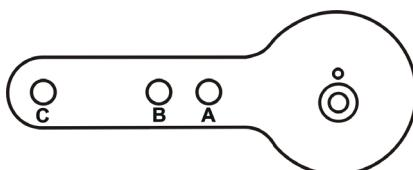

Figure 13 Levier pour actionneur Masoneilan à ressorts multiples Modèle 87/88
- Selectionner le trou de montage A, B, C ou D pour la course de la vanne. Par exemple, l'orifice B est montré Figure 13 à la page 27 pour un actionneur de taille 10 avec une course de 1.0 po. Sauf indication contraire, le montage SVI II AP suppose que l'actionneur se trouve en position verticale normale. Le trou de montage dans l'ouverture à fente du support de montage doit être laissé en faisant face à l'actionneur, avec l'actionneur en position verticale.
- Attacher l'extrémité de la tige filetée à droit sur le levier du SVI II AP en utilisant une vis et un écrou de 1/4 - 20 x 1 po de la manière indiquée. La position de l'orifice de levier à utiliser dépend de la course de la vanne spécifique. Se reporter à la Figure 13 à la page 27 et à la "Sélection de liaison de la vanne linéaire", Tableau 4 à la page 28.